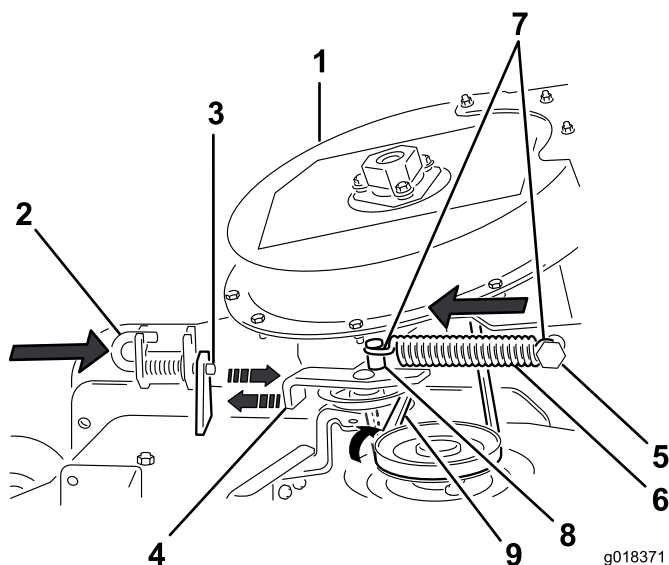

Figura 25
6. Spostate il perno di bloccaggio in posizione di blocco (Figura 25).
8. Fate passare temporaneamente la cinghia sotto alla puleggia tendicinghia (Figura 25).
9. Spostate la staffa orientabile tendicinghia verso il supporto per molla fisso. Montate la molla allineando il gancio della molla con il perno di ancoraggio della molla di tensione (Figura 25).
10. Tirate la puleggia tendicinghia caricata a molla lontano dal supporto per molla fisso e avvolgete la cinghia attorno alla puleggia del piatto di taglio (Figura 25).